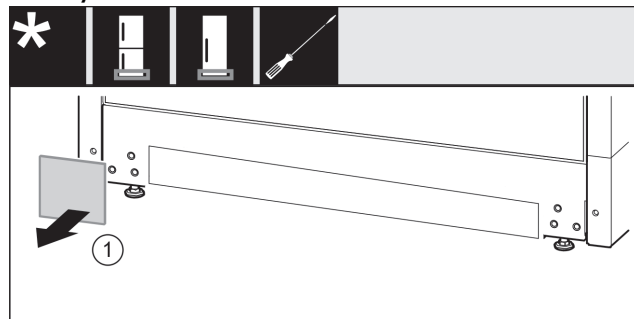

Fig. 17
- ▶ Odoberte kryt Fig. 17 (1).